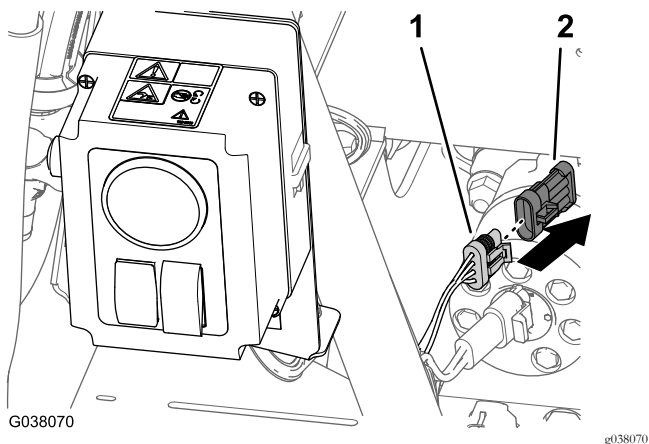

Figura 118
1. Nella parte posteriore della macchina, rimuovete il tappo dal connettore a 4 prese del cablaggio preassemblato posteriore indicato come AVVOLGITUBO (Figura 118)